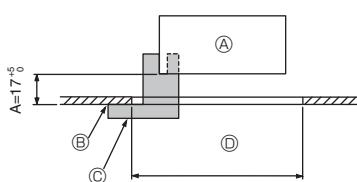

Fig. 9-2
9.2. Vorbereitung zum Anbringen des Gitters (Fig. 9-2)
- Mit der mit diesem Bausatz gelieferten Lehre ② die Position des Hauptgeräts im Verhältnis zur Deckenoberfläche überprüfen. Wenn das Hauptgerät im Verhältnis zur Deckenoberfläche nicht richtig positioniert wird, kann Luft austreten, oder es kann sich Kondensationsflüssigkeit ansammeln.
- Ⓒ Installationsmessgerät ② (in das Hauptgerät eingeführt)